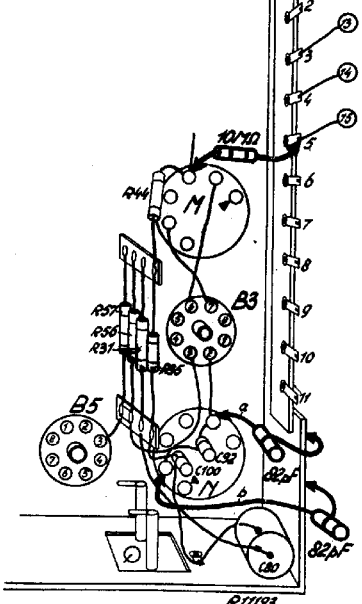

Fig. 6
3. Het punt tussen C84 en R44 via een weerstand van 10 Ohm aansluiten op de klein voor negatieve roosterspanning van het trillereggregaat als in fig. 6 is weergegeven.
5. Condensator van 82 pF tussen de aftakking van spoel S53 + S54 en chassis aansluiten als weergegeven in fig. 6 door: a.
7. De condensator van 82 pF nu aansluiten tussen de aftakking van de spoel S55 + S56 en chassis als weergegeven door b. in fig. 6.